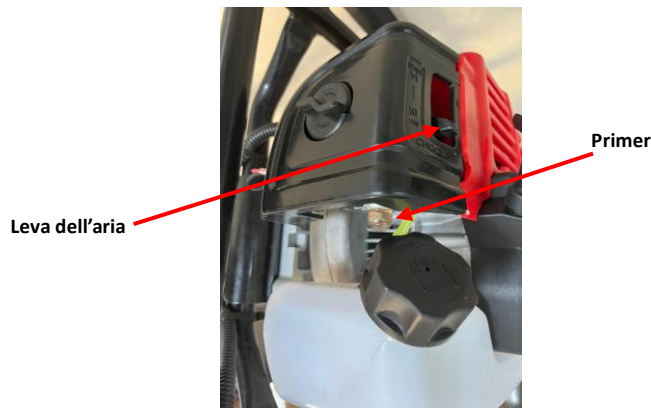

Fig. 6
3. Premere il primer (Fig. 6) quattro o cinque volte per consentire alla benzina di arrivare al carburatore.
4. Posizionare la leva dell'aria (Fig. 6) in posizione **START**
6. Tirare con decisione 4 o 5 volte la corda di avviamento finché il motore si avvia e premere contemporaneamente il blocco dell'acceleratore (Fig. 1-7) e l'acceleratore (Fig. 1-5) per mettere in moto la mototrivella (Fig. 6).
7. Dopo l'avvio posizionare la leva dell'aria in posizione **RUN** (Fig. 6).